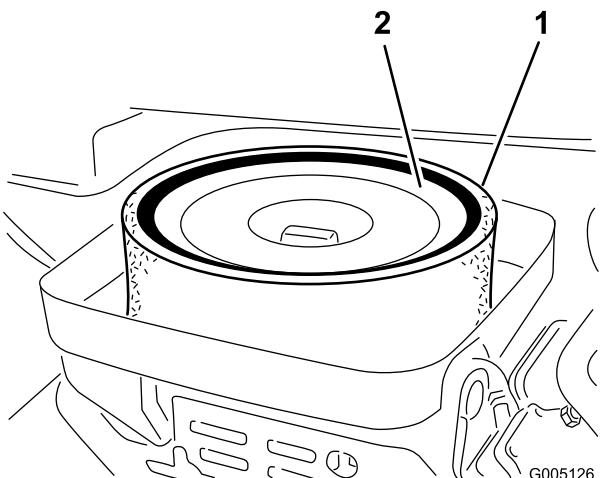

Figura 41
4. Se o elemento de esponja se encontrar sujo, deverá retirá-lo do elemento de papel (Figura 41). Limpe-o cuidadosamente, da seguinte forma: